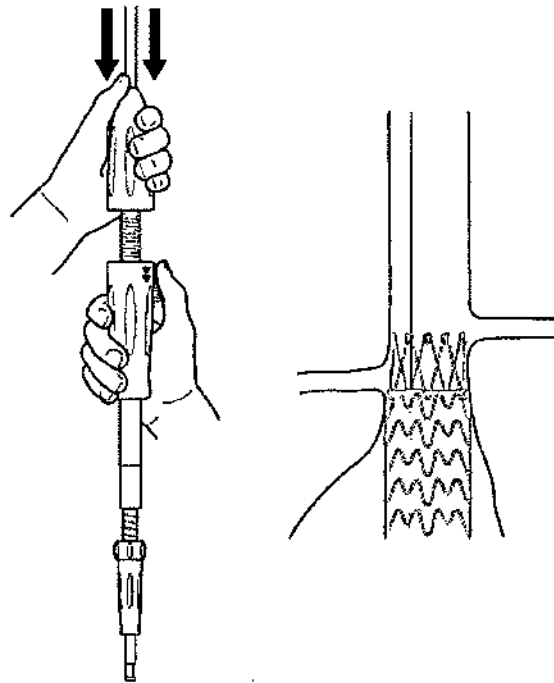

Figura 10. Retirada del sistema de liberación
3. Tire hacia atrás del activador del deslizador externo y mantenga este inmóvil mientras lleva la empuñadura frontal hacia el deslizador (Figura 10).